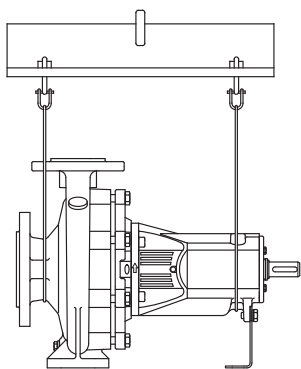
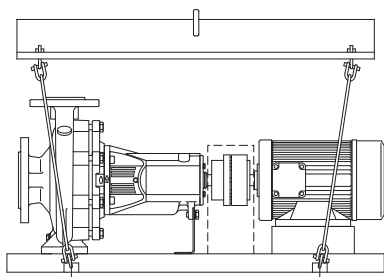

Fig. 1: Preprava čerpadla
Fig. 2: Preprav akompletného agregátu
- Pre zabránenie deformáciám čerpadlo zdvíhajte podľa (Fig. 1) resp. (Fig. 2). Závesné oká na čerpadle alebo motore sa nesmú používať na zdvíhanie celého agregátu. Sú určené len na prepravu jednotlivých komponentov pri montáži alebo demontáži.